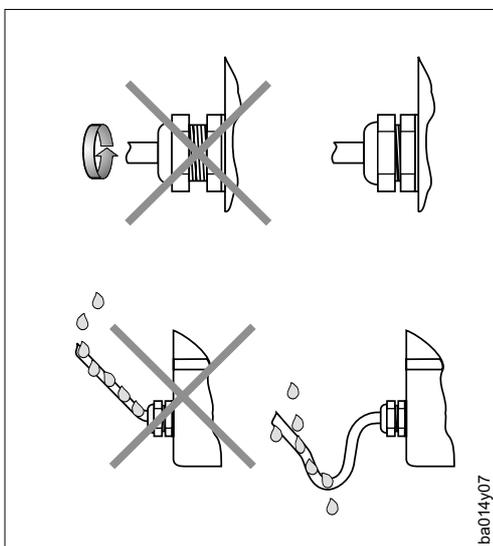

Fig. 4
- Кабельные входы должны быть надежно затянуты (см. Рис.4).
- Кабель должен иметь петлю вниз перед кабельным входом для предотвращения попадания влаги вовнутрь корпуса (см. Рис.4).